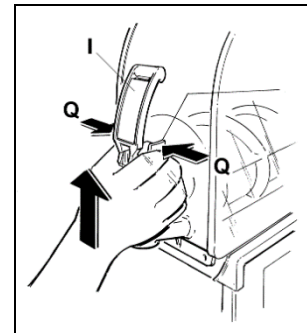

Fig. 16
- Appuyer simultanément sur les ailettes du bloc Q et soulever le robinet I afin de l'extraire de son propre emplacement (voir fig.16).